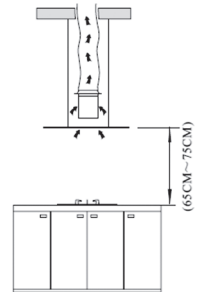

Рис. 1
2. Для достижения максимального эффекта следует размещать кухонные вытяжки на расстоянии 65–75 см над варочной поверхностью. См. рис. 1.
5. Рассчитайте длину уголкового профиля по рис. 1. Для закрепления уголкового профиля и кронштейна используйте 18 винтов M4 X 10, гайки M4 и шайбы (уголковый профиль должен заходить на расстояние более 100 мм). См. рис. 3.